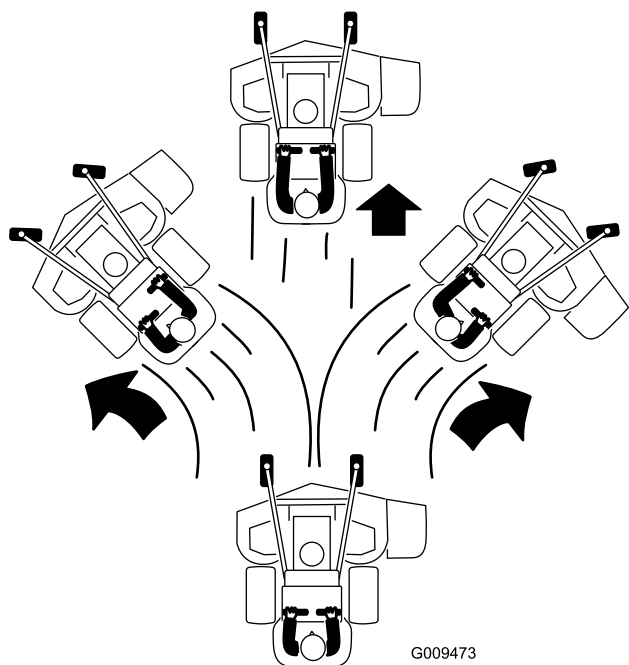

Figura 21
3. Empurre lentamente as alavancas de controlo de movimento para a frente (**Figura 21**).